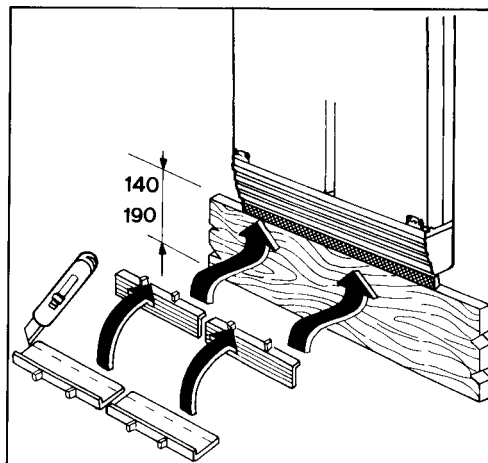

Fig. 11
- Con zoccolo di altezza superiore a 100 ed inferiore a 140 mm tagliare il compensatore estetico in dotazione all'apparecchio e montarlo tra lo zoccolo e la griglia di aerazione, fissandolo a scatto sotto quest'ultima (Fig. 11).
- Con zoccolo di altezza superiore a 150 ed inferiore a 190 mm tagliare il compensatore estetico in dotazione all'apparecchio e montarlo tra lo zoccolo e la griglia di aerazione (Fig. 11).